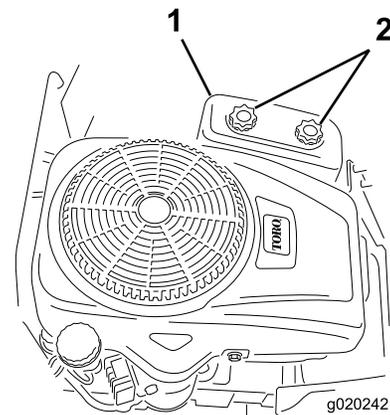

Figure 27
3. Déposez le couvercle du filtre à air en desserrant les 2 boutons (Figure 27).
3. Reposez le couvercle du filtre à air et serrez les deux boutons (Figure 27).